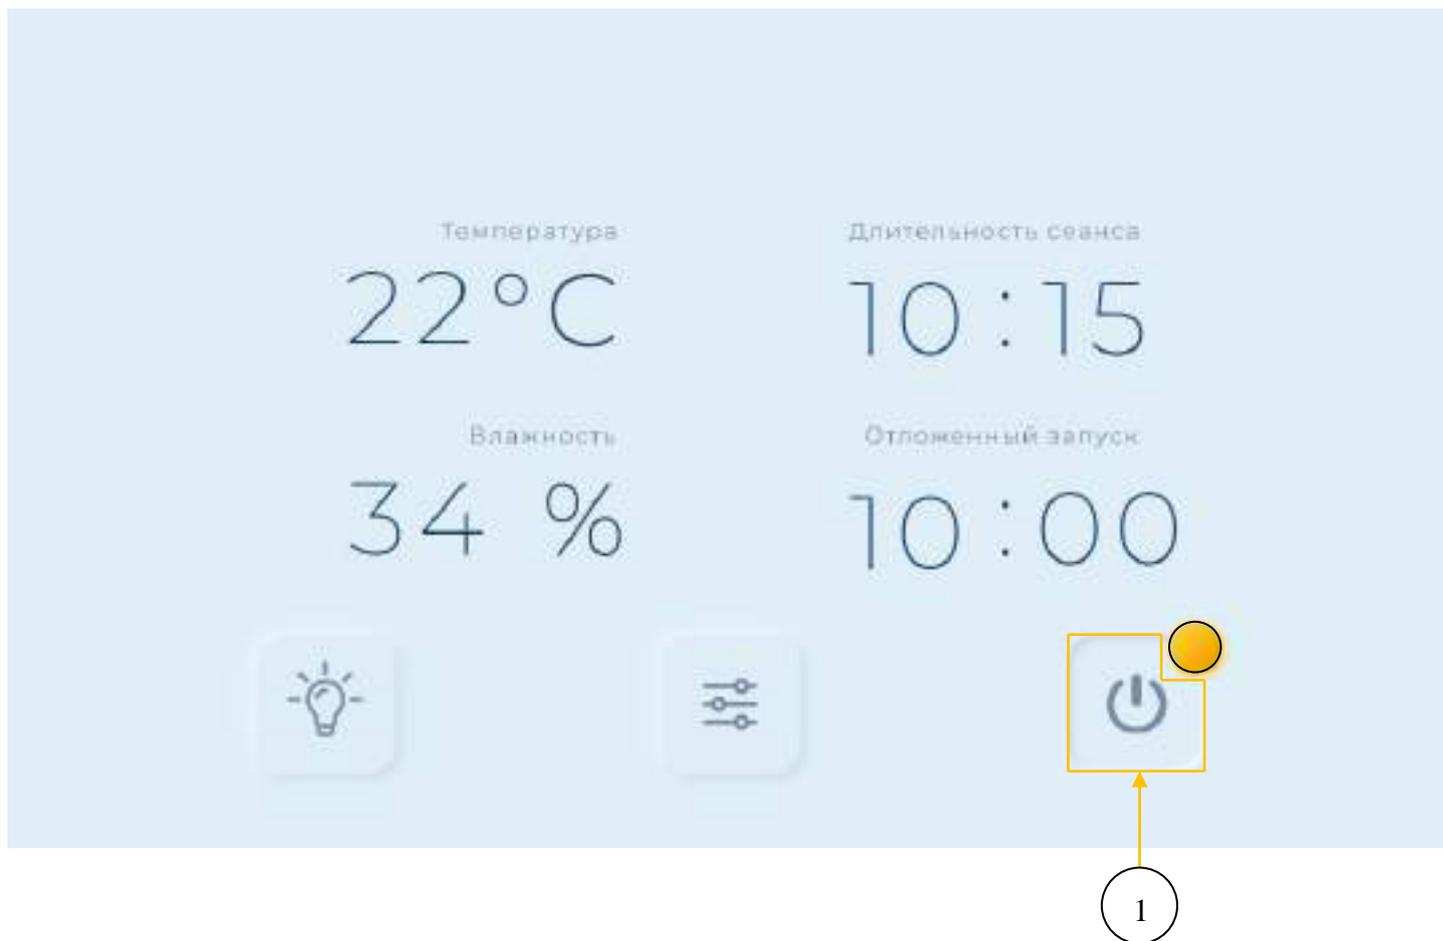

Рис. 41. Взаимное расположение элементов интерфейса “Главной” страницы в режиме отложенного запуска.
2. Перейти на “заглавную” вкладку с отображением текущей температуры и влажности в парном помещении, а также настроенного времени отложенного старта и времени сеанса. Единоразовым прикосновением к пиктограмме переключения режимов перевести устройство в режим отложенного запуска. (Рис. 41 Отложенный запуск)